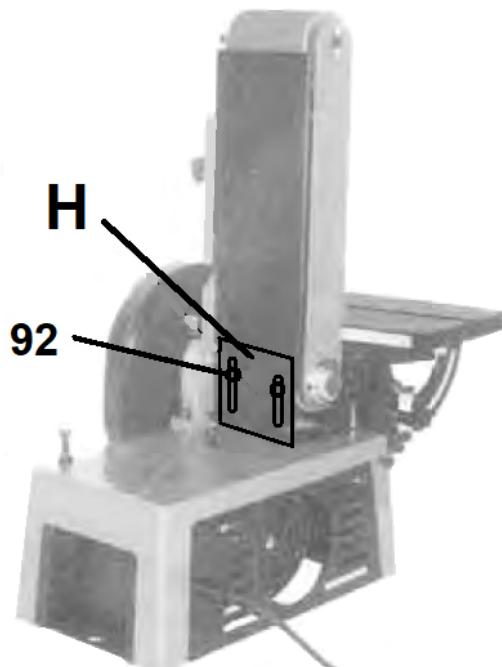

Figure 8-2: Positionnez le porteur
- Desserrez les 2 vis (92, Fig. 8-2) puis positionnez le porteur (H) de façon à ce qu'il touche le fond. Resserrez les vis.